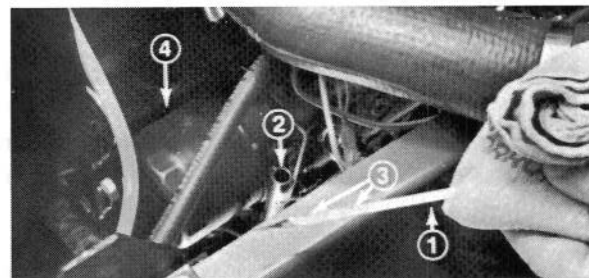
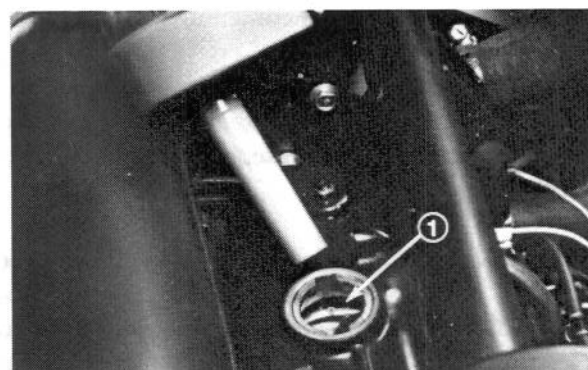

Figure 1
Figure 2
3. Retirer la jauge et l'essuyer sur un chiffon propre (Fig. 1). La remettre dans le tube et s'assurer qu'elle est complètement enfoncée. La sortir à nouveau et vérifier le niveau d'huile. Si le niveau d'huile est trop bas, déposer le bouchon du réservoir (Fig. 2) et rectifier le niveau jusqu'à ce qu'il atteigne la marque supérieure de la jauge. (Fig. 1). **NE PAS TROP REMPLIR.**